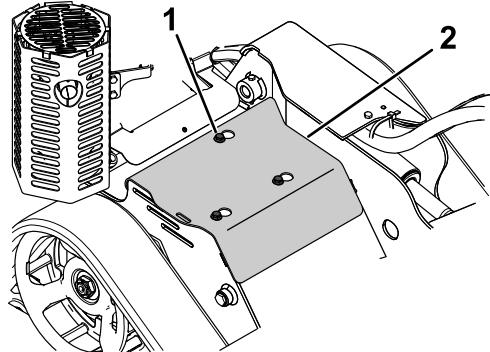

Bild 23
3. Lösen Sie die 3 Schrauben, mit denen die Abdeckplatte am Rahmen befestigt ist, bis die Abdeckung nicht mehr befestigt ist (Bild 23).
1. Schraube (3) 2. Abdeckplatte
5. Schieben Sie die Abdeckplatte in die richtige Stellung und befestigen Sie diese mit den drei vorher gelösten Schrauben, um die Abdeckplatte vor dem Einsatz der Maschine zu montieren (Bild 23).